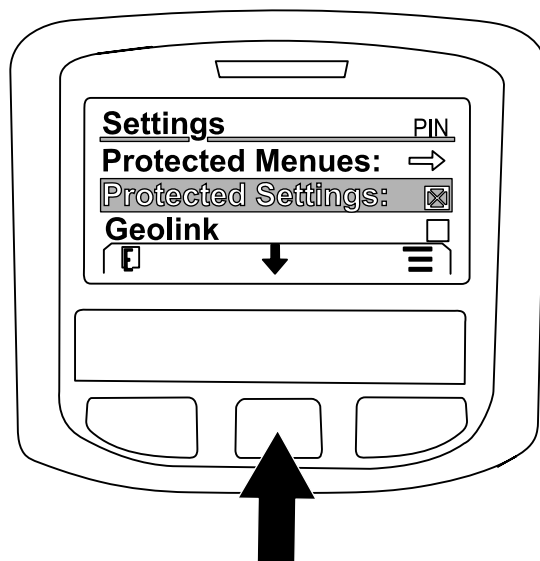

図 230
7. 中央ボタンを押してジオリンクGEOLINKオプションへ移動し、右ボタンで選択する 図 230。